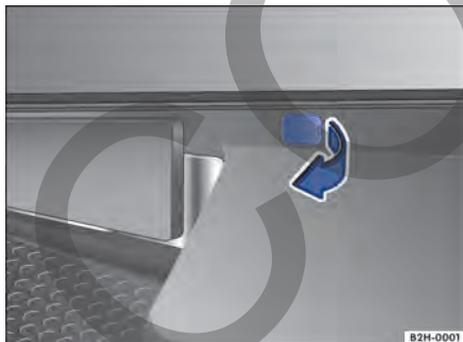

Fig. 188 Tapa en el paragolpes.
El tornillo para bajar la rueda de auxilio o la de emergencia se encuentra, en función de la versión del modelo, en el paragolpes detrás de una tapa → Fig. 188 o a la derecha del soporte de la patente.
- Retire la tapa haciendo palanca con la punta plana del destornillador de las herramientas de a bordo en el sentido de la flecha → Fig. 188.